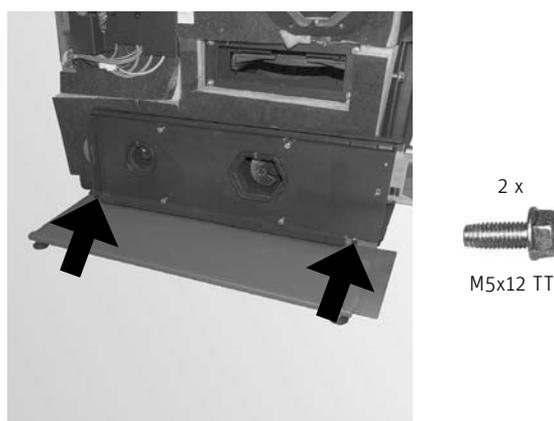
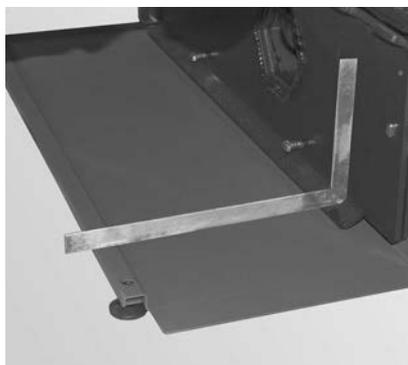

Fig. 18 Fissare il pannello a pavimento con 2 viti M5x12 TT
Fig. 19 Allineare il pannello a pavimento ad angolo retto
- Avvitare saldamente il pannello a pavimento al basamento con 2 viti autoformanti TT M5x12 (Fig. 18) e allinearle ad angolo retto con la caldaia – Fig. 19.
Il pannello a pavimento e la caldaia devono essere perfettamente allineati ad angolo retto tra loro – Fig. 19. L'allineamento perfetto è importante per la tenuta stagna del contenitore cenere rispetto alla caldaia.